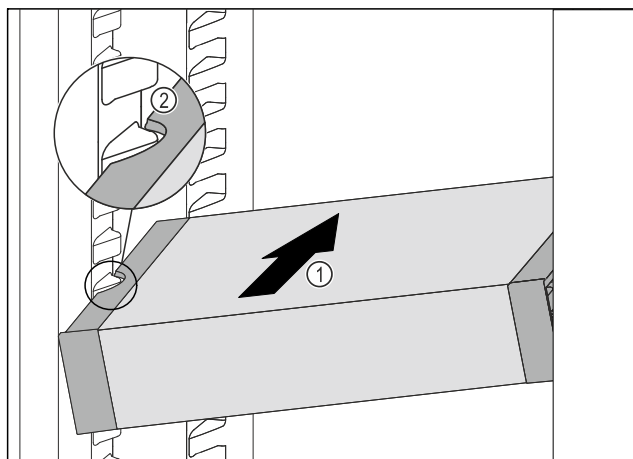

Fig. 114
- ▶ Predal VarioSafe potiskajte poševno v hladilnik Fig. 114 (1), dokler stranska izreza Fig. 114 (2) predala VarioSafe nista na višini nastavka za posodo v hladilniku.